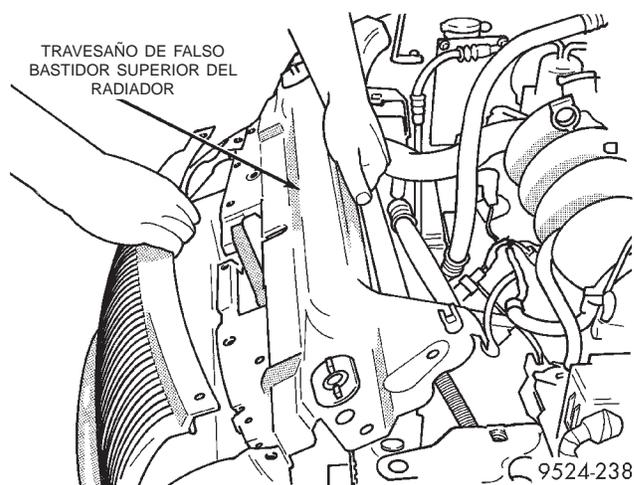

Fig. 25 Travesaño de falso bastidor que sostiene el radiador
- (4) Retire el travesaño de falso bastidor superior que sostiene el radiador (Fig. 25).
- (5) Retire la tubería del condensador. Utilice el juego de herramientas especiales 7193 para acoplamientos de desconexión rápida.
- (6) Retire los soportes del módulo del ventilador del radiador.
- (7) Retire el soporte de tubería del condensador.